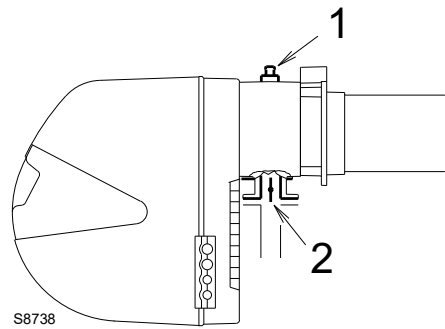

Fig. 18
Pression gaz mesurée à la prise 1)(Fig. 18), avec:
Perte de charge du papillon à gaz 2)(Fig. 18) avec ouverture maximale: 90°.
- soustraire de la pression du gaz à la prise 1)(Fig. 18) la pression chambre de combustion.
Par contre, pour connaître la pression du gaz nécessaire à la prise 1)(Fig. 18), après avoir fixé la puissance maximale de fonctionnement du brûleur:
- Lire la pression à la prise 1)(Fig. 18) sur la droite, colonne 1.
pression nécessaire à la prise 1)(Fig. 18).